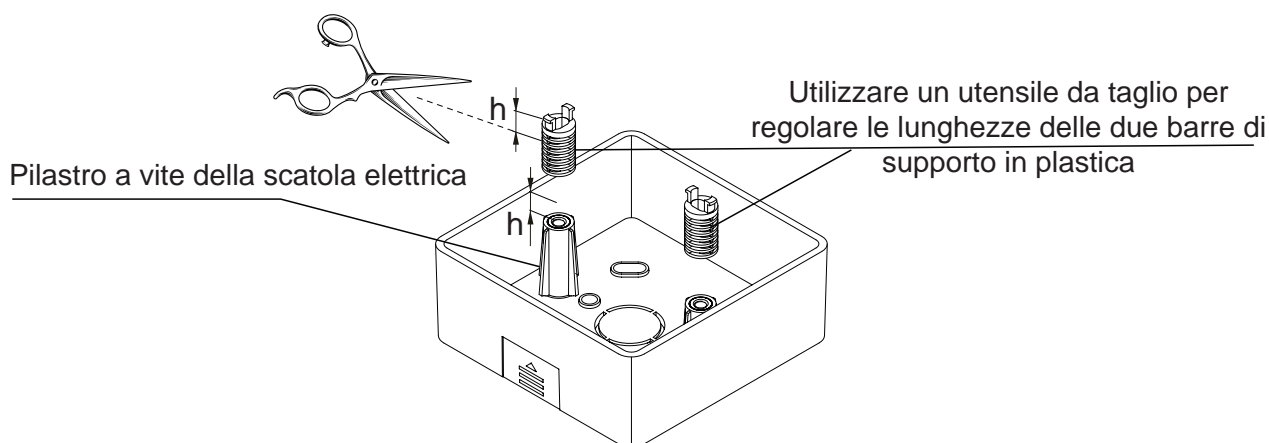

Figura 3.4
**3-3-2** Utilizzare un utensile da taglio per regolare l'altezza delle due barre di supporto in plastica (accessorio 2) per abbinare la lunghezza standard dei pilastri a vite della scatola elettrica alla superficie della parete. Verificare che le barre di supporto siano a livello sulla parete, quando i pilastri a vite della scatola elettrica vengono montati (vedi Figura 3.4).